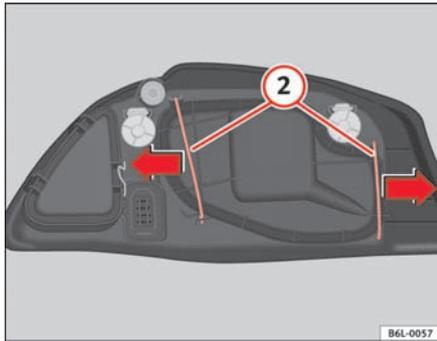

Fig. 150 Lámpara luz de cruce
- Desplace los tirantes ② ⇒ fig. 150 hacia afuera, en el sentido de las flechas y retire la tapa.
- Coloque la tapa de plástico y coloque los tirantes ② ⇒ fig. 150.